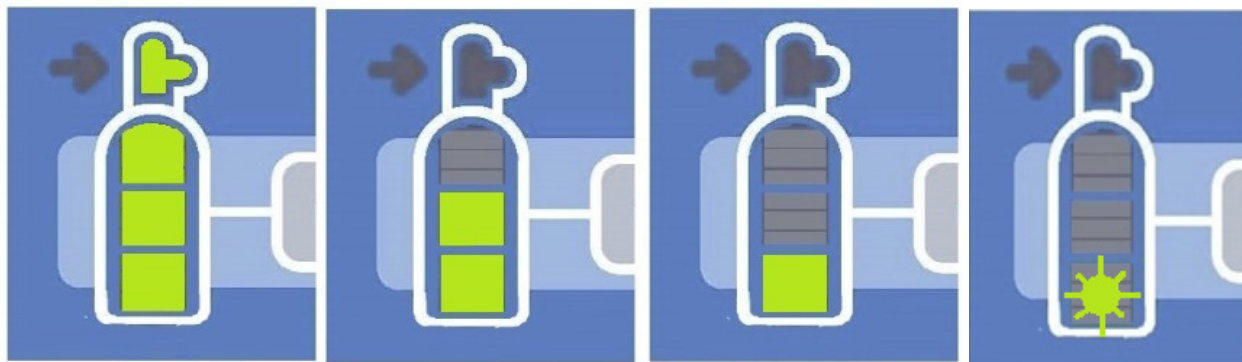

Рис. 12. Индикаторы манометра N₂O
- Значение индикаторов газового манометра на рис. 12